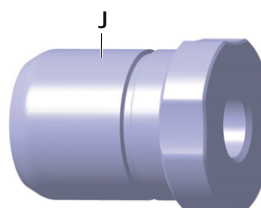

Rys. 10 Montaż jednostki z gwiazdką Aesculap do tulejki prowadzącej do wkrętów z kołnierzem S⁴C
- ▶ Aby zapewnić kamerze nieograniczoną widoczność odbijających markerów kulistych, odkręcić gałkę 6 na uchwycie S⁴C tulejki prowadzącej I S⁴C i przekręcić jednostkę z gwiazdką Aesculap H do wybranej pozycji, patrz Rys. 10.